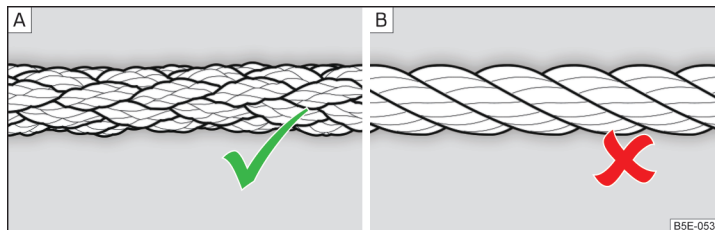

Fig. 158 **Cablul de tractare împletit/cablul de tractare înfășurat**
Pentru tractarea cu ajutorul unui cablu de tractare, folosiți numai un cablu din fibre sintetice » fig. 158 - **A** » **I**.
- La tractare nu utilizați cablu de tractare înfășurat » **fig. 158** - [B], cârligul de tractare s-ar putea desface la autovehicul - există pericol de accident.